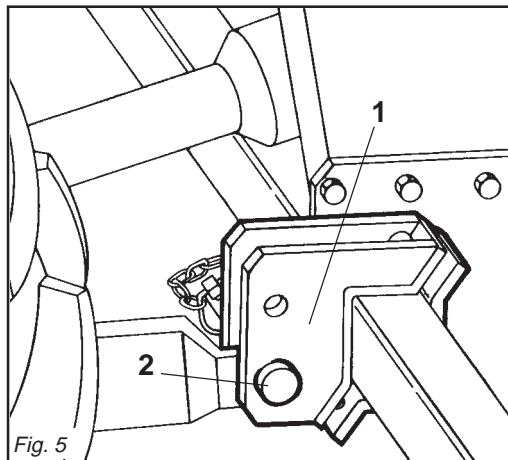

Fig. 5
In base alle dimensioni specifiche di questi 2 tipi di attacchi dei trattori è necessario determinare la posizione più favorevole della zappatrice spostando opportunamente sul tubo quadro le piastre (1 Fig. 5) e inserendo i perni (2 Fig. 5) nei fori corrispondenti al giusto diametro delle parallele del trattore.
Depending on the precise dimensions of these two types of hitches, find the best position for the cultivator by moving the plates (1 Fig. 5) along the square tubular and inserting the pin (2 Fig. 5) in the holes corresponding to the correct diameter for the tractor's parallel arms.
Aufgrund der spezifischen Abmessungen dieser beiden Schlepperanschlüsse kann man die günstigste Position der Hackfräse festlegen, indem man die Platten (1 Abb. 5) auf dem Vierkantrrohr verschiebt und die Bolzen (2 Abb. 5) in die entsprechenden Bohrungen mit dem richtigen Durchmesser auf dem Schleppergestänge einsteckt.
En fonction des dimensions spécifiques de ces deux types d'attelages des tracteurs il faut déterminer la position la plus favorable de la houe en déplaçant, sur le tube carré, les plaques (1 Fig. 5) et introduire les axes (2 Fig. 5) dans les trous correspondant au bon diamètre des parallèles du tracteur.
En relación a las dimensiones específicas de estos dos tipos de enganche de los tractores hace falta determinar la posición más favorable de la binadora desplazando oportunamente en el tubo cuadrado las placas (1 Fig.5) e introduciendo los pernos (2 Fig.5) en los orificios correspondientes al correcto diámetro de las paralelas del tractor.
- 1 - Accostare le parallele del sollevatore ponendole all'interno delle piastre (1 Fig. 5), inserire il perno (2 Fig. 5) nel foro predisposto e bloccare con le copiglie a scatto.
- 1- *Near the lift bars, setting them in the most suitable plates (1 Fig. 5). Insert the pin (2 Fig. 5) into the relative hole and lock in place with the snap-in split pins.*
- 1- Die Lenker des Krafthebers annähern und in die am besten geeigneten Plattenschieben (1 Abb. 5). Den Bolzen (2 Abb. 5) in das Loch stecken und mit dem einrastenden Splint blockieren.
- 1- *Approchez les barres du relevage en les plaçant à l'intérieur des plaques les plus appropriées (1 Fig. 5), introduisez l'axe (2 Fig. 5) dans le trou correspondant et bloquez par les goupilles à encastrement.*
- 1- Acercar las barras del elevador poniéndolas dentro de las placas más indicadas (1 Fig. 5), introducir el perno (2 Fig. 5) en el orificio y bloquear con los pasadores de resorte.